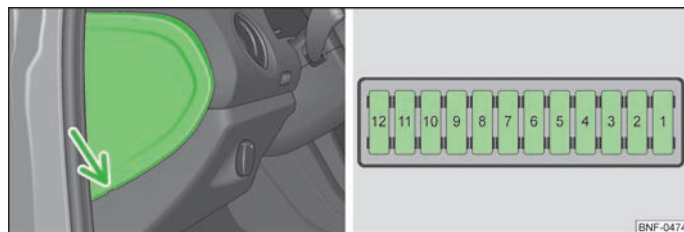

Fig. 119 I instrumentpanelet i førersiden: Sikringsboksens afdækning / Skematisk visning af sikringsboksen
- Stik en egnet flad genstand, fx en skruetrækker, ind i spalten i pileområdet » Fig. 119, vip forsigtigt afdækningen af, og tag den af.